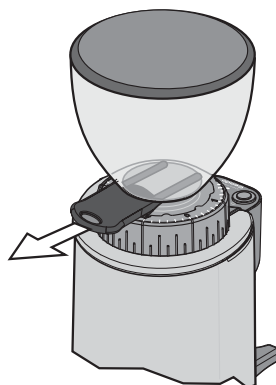

Fig. 8
- ⚠ **Controlar que el obturador de la tolva esté completamente abierto hasta el final de la carrera (último clic) (véase Fig. 8).**